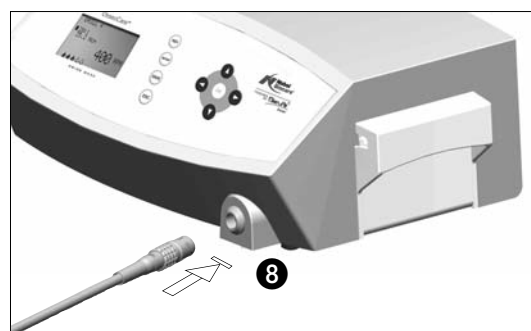

Abb. 3
E. Verbinden Sie das Kabel des Mikromotors mit dem Motorausgang und richten Sie den Stecker mit Hilfe der roten Markierung richtig aus **Abb. 3**.